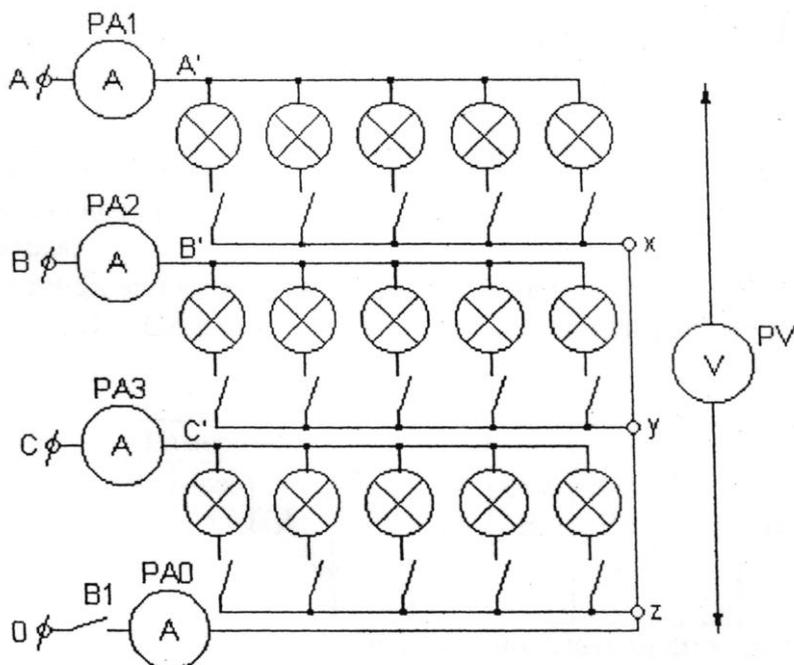

Рис. 1
Система трех однофазных цепей, в которых действует ЭДС одной и той же частоты, сдвинутых по фазе на угол 120° , называется трехфазной электрической цепью. Трехфазный потребитель может соединяться по схеме «звезда» (рис. 1), когда концы трех фаз соединяются в одну нулевую точку. При симметричной нагрузке, когда сопротивление фаз одинаково, линейное напряжение $U_{л}$ больше фазного $U_{ф}$ в $\sqrt{3}$ раз: $U_{л} = \sqrt{3} \cdot U_{ф}$. Ток фазный равен току линейному: $I_{ф} = I_{л}$. Токи каждой фазы одинаковы.
- 5.2. Собрать электрическую цепь (рис. 1) и пригласить для проверки преподавателя.